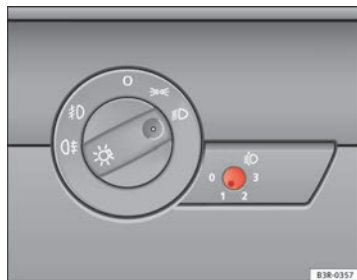

Fig. 89 Dispositif de réglage du site des projecteurs
- Appuyez brièvement sur le bouton  $\Rightarrow$ fig. 89 afin de le dégager de sa position de réglage.